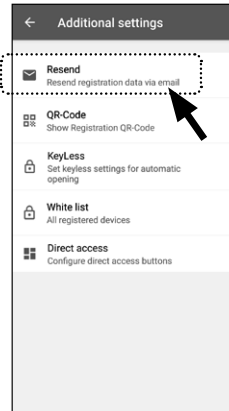

Abb. 77
- 5 Im Folgemenu tippen Sie auf „Resend“ (Abb. 77).